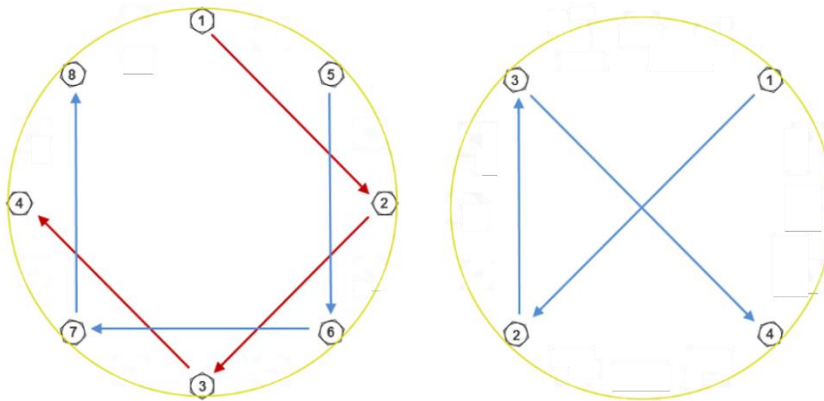

Imagen 3: Procedimiento genérico de par de apriete: Bridas (izquierda), Carcasa (derecha).
- Realizar el apriete de la tornillería en 3 pasos (30%, 80% and 100% del par de apriete) y en el orden indicado en la imagen, con el fin de evitar desviaciones entre fuerzas de apriete de los tornillos. (Ver Imagen 3).